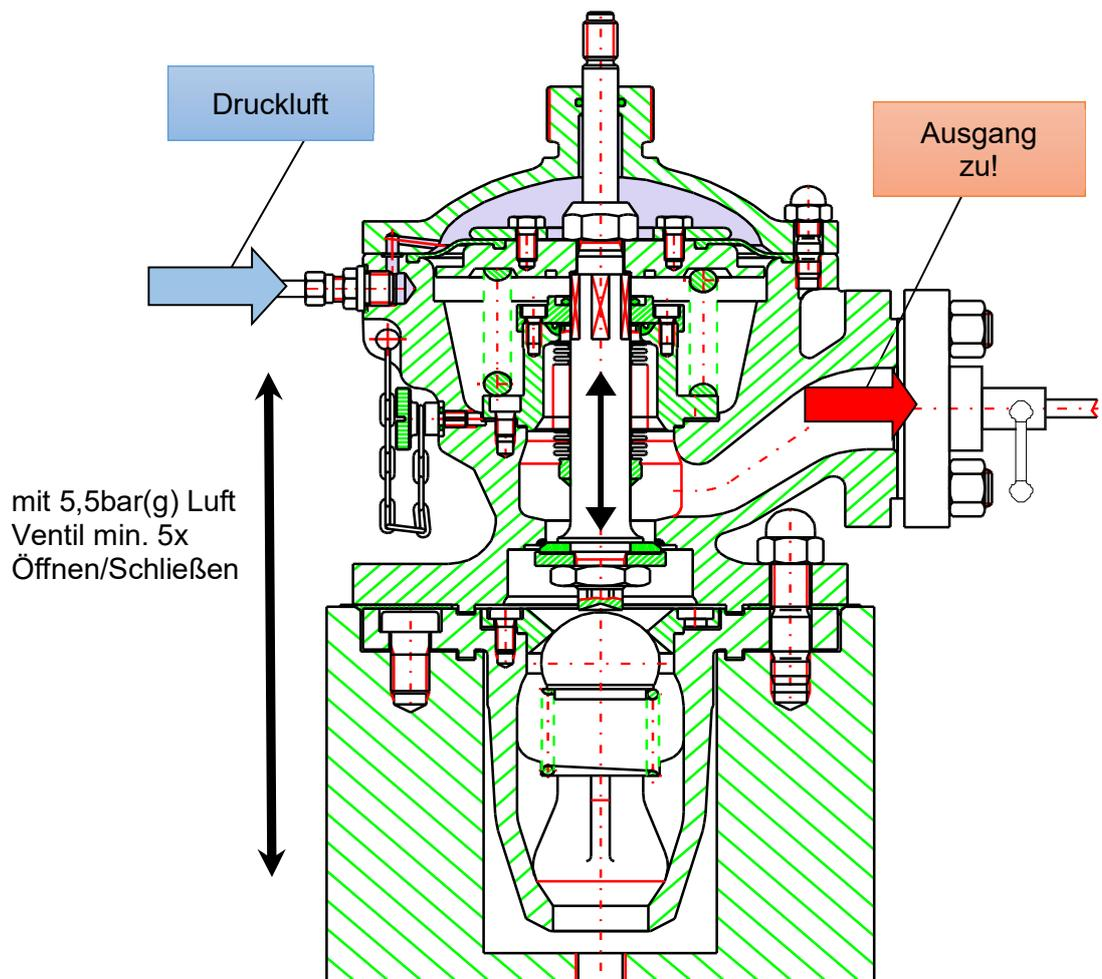

Bild 9: Bedienung mit pneumatischem Antrieb ohne Prüfdruck im Ventil
4 Prüfung der kompletten Ventileinheit Bild 9 - **FÜR NEUE UND INSTANDGESETZTE VENTILE**
4.1 Bedienung der kompletten Ventileinheit mit dem pneumatischen Antrieb ohne Prüfdruck im Ventil Bild 9 - **FÜR NEUE UND INSTANDGESETZTE VENTILE**